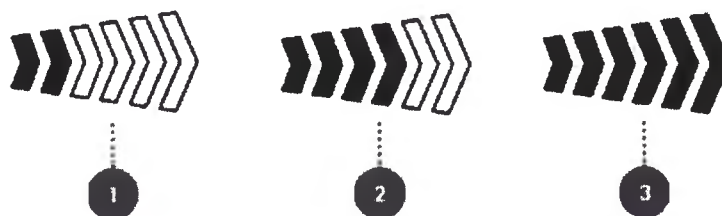

Рисунок 5.7 — Индикация скорости работы на ЖК-дисплее:
5.9.1 Прибор оснащен 3 скоростями воздушного потока (рисунок 5.7).